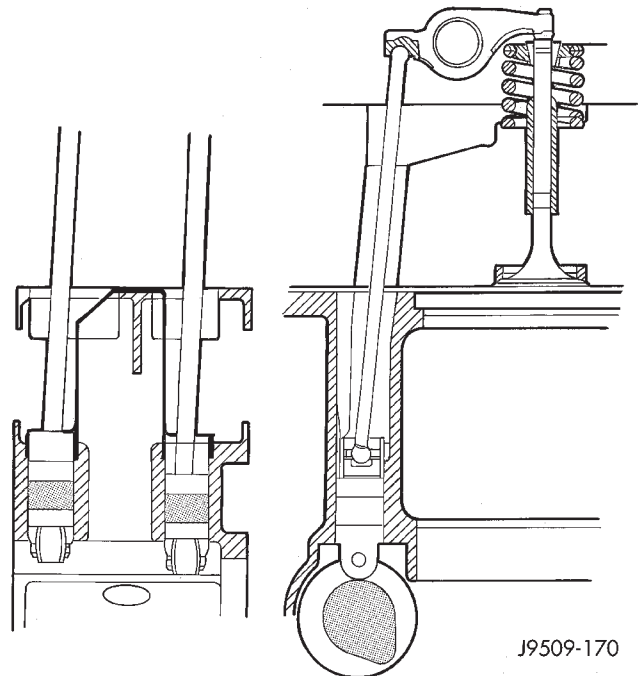

Abb. 13 Hydrostößel und Kipphebel
(3) Kipphebel und Stößelstangen ausbauen (Abb. 13). Stößelstangen kennzeichnen, damit sie später am alten Platz eingebaut werden können.
(4) Zylinderkopf, Ansaugkrümmer und Auspuffkrümmer ausbauen, siehe hierzu "Zylinderköpfe/Ausbau" in diesem Abschnitt.